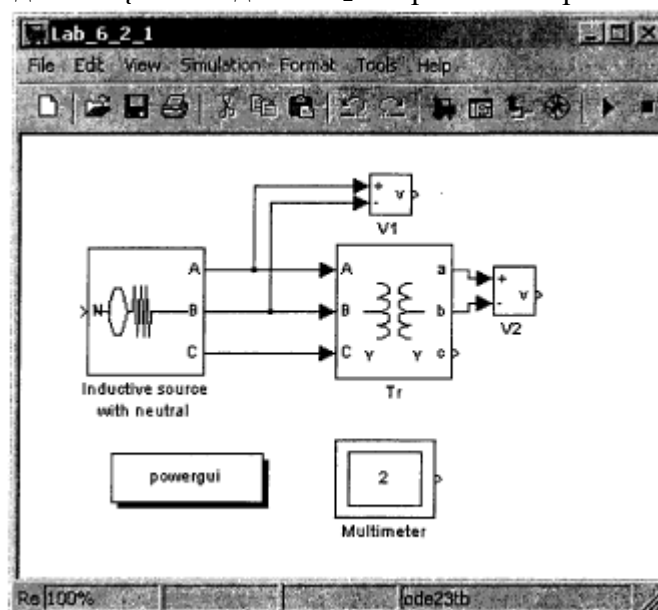
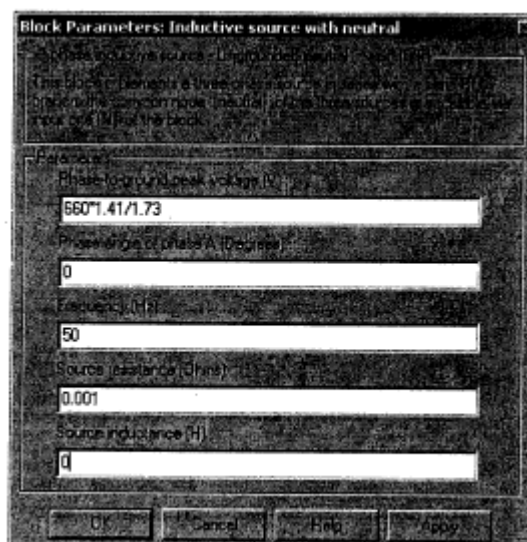

Рисунок 1 – Модель трехфазного трансформатора
Рисунок 3 – Окно настройки параметров трехфазного источника
- Виртуальная лабораторная установка представлена на рис. 1.
Порядок проведения лабораторной работы по всем пунктам содержания работы 2.1-2.4 остается неизменным. Параметры источника питания Inductive source (рис. 1) задаются в соответствии с параметрами трансформатора. Окно настройки источника питания показано на рис. 3.